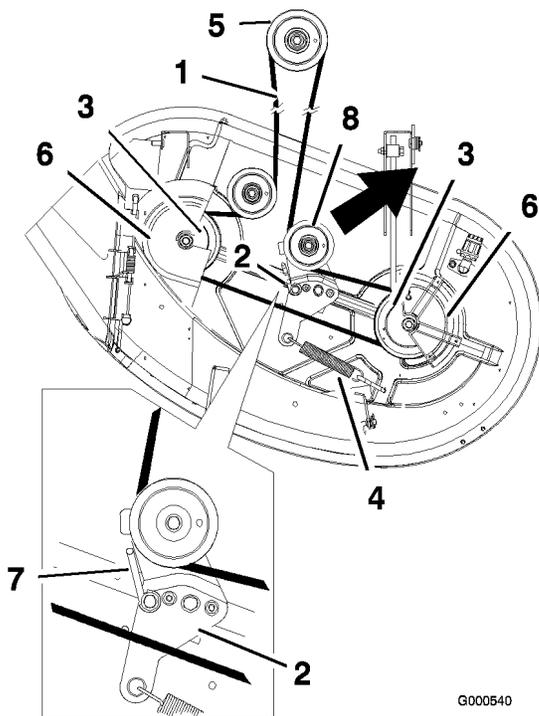

Figura 49
4. Retire las cubiertas de las correas de los ejes exteriores y afloje la guía de la correa (Figura 49).
5. Tire de la polea tensora en el sentido que muestra la Figura 49 y retire la correa de las poleas.
6. Pase la correa nueva alrededor de las poleas del motor y del cortacésped (Figura 49).
7. Tire de la polea tensora en el sentido que muestra la Figura 49 y pase la correa por la polea tensora (Figura 49).
8. Gire la guía de la correa sobre el brazo de la polea tensora, moviéndola hacia la polea hasta que haga tope (Figura 49).
9. Apriete la guía de la correa (Figura 49).